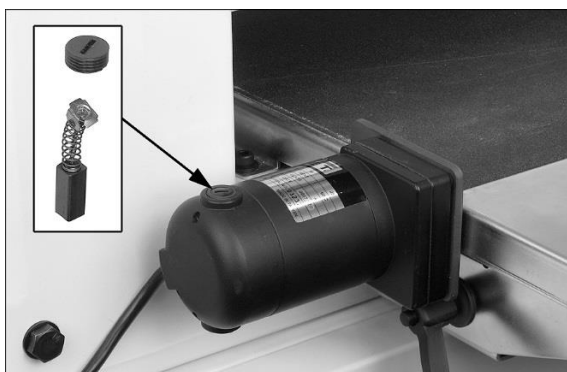

Рис. 9-4
2. С помощью отвертки с плоским шлицем открутите и снимите крышку. См. Рис. 9-4.